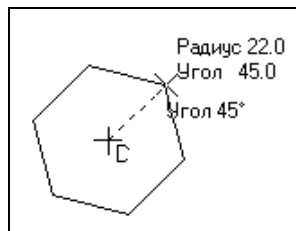

Рис. 5.3. Построение шестиугольника по описанной окружности
- ◆ задайте, если известно положение точки **т**, положение одной из вершин или радиус и угол наклона между осью абсцисс и радиус-вектором, проведенным из вершины многоугольника (рис. 5.3).